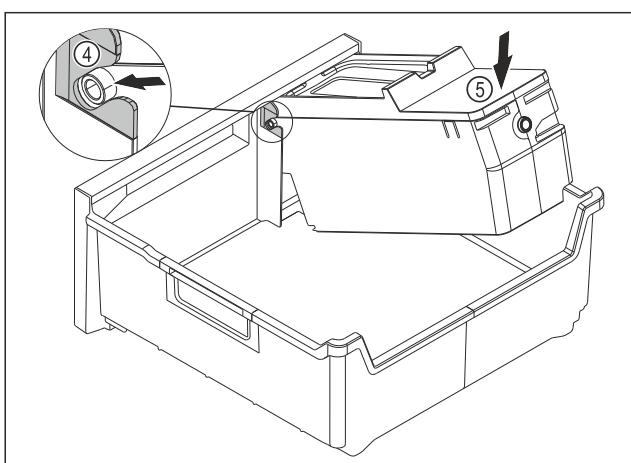

Fig. 121
- Montáž korpusu EasyTwist-Ice: Osi korpusu EasyTwist-Ice zasuňte do vedení Fig. 121 (4).
- Zatlačte korpus EasyTwist-Ice Fig. 121 (5) zozadu smerom nadol.